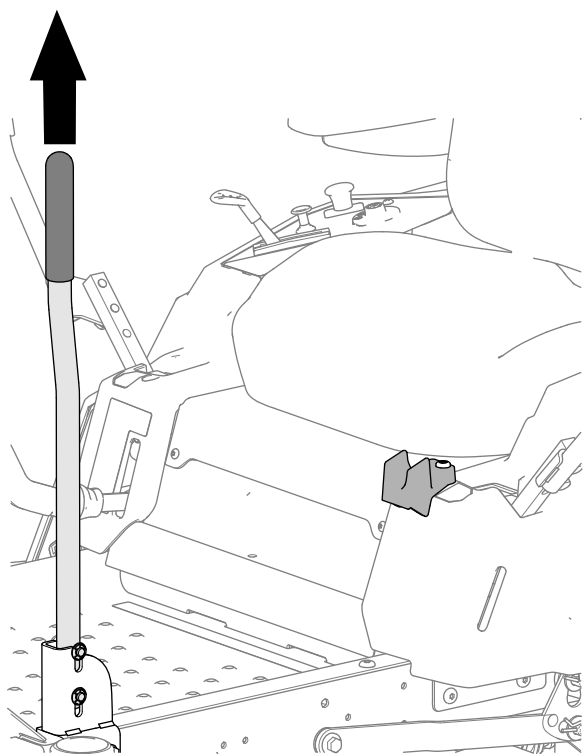

Figure 19
1. Levez la poignée de maintien comme montré à la Figure 19.